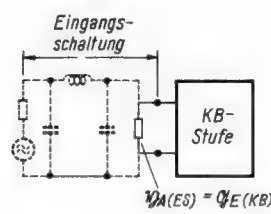

Bild 11. Der Abschlußleitwert der KB-Stufe auf der Eingangsseite ist durch  $\mathfrak{Y}_A (ES)$  gegeben
b) Der Ausgangsleitwert  $\mathfrak{Y}_A (ES)$  (Bild 11)
Zur Berechnung des Ausgangsleitwertes der KB-Stufe muß bekannt sein, wie der Eingang dieser Stufe belastet ist ( $\mathfrak{G}_E (KB)$ ). Nach Bild 11 ist  $\mathfrak{G}_E (KB)$  gleich dem Ausgangsleitwert der Eingangsschaltung ( $\mathfrak{Y}_A (ES)$ ).